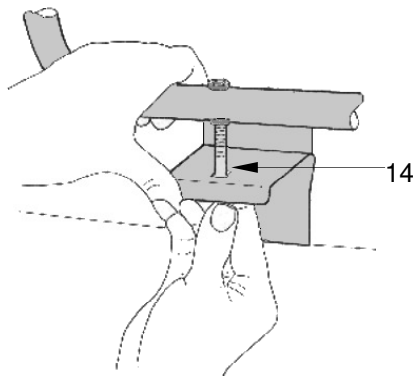

Abb. 5.1.
5. Hängen Sie die Elemente in die leicht geöffnete Heckkur ein siehe Abb. 5.1